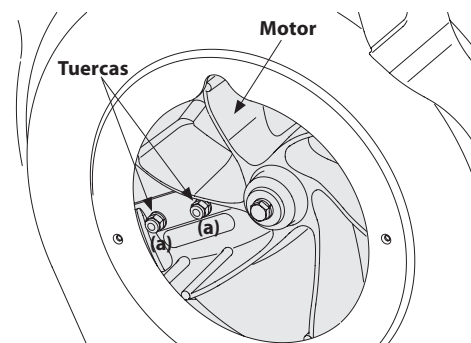

Figura 25
- Es posible alcanzar las tuercas de los tornillos de cabeza plana desde la parte inferior, mediante una llave universal de 1/2 pulgada. con extensión. Vea la Figura 25.